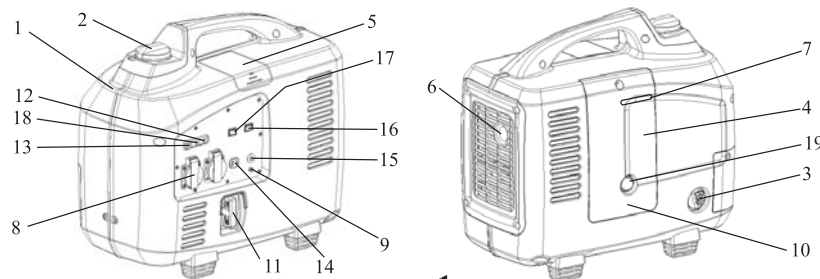

рис. 1
4.1 Общий вид генератора БЭГ-2200ИК представлен на рис. 1*
5.3.7 Во время работы генератора его клемма защитного заземления 9 (рис. 1,2,3) должна быть постоянно подключена к заземлителю, любого из указанных в п. 5.3.3 типов.